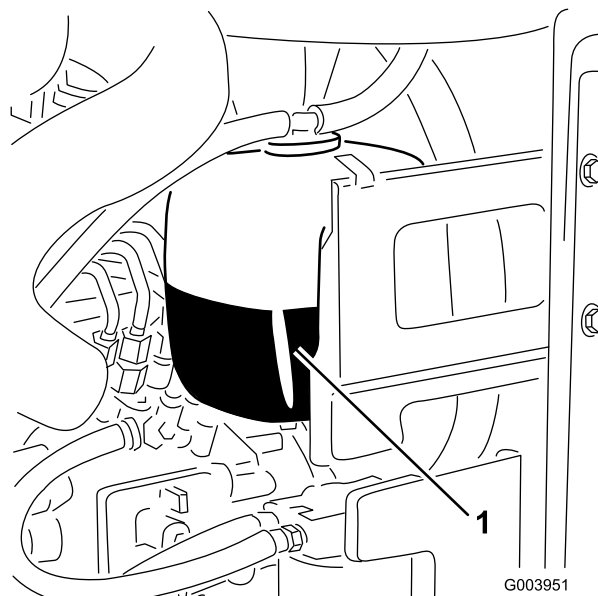

Figura 33
1. Compruebe el nivel de refrigerante en el depósito de expansión (Figura 33).